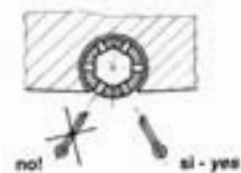

Fig. 4
- H)** Per sicurezza contro l'allentamento, inserire nella testa di ogni vite [12] (nella posizione indicata in Fig. 4) una coppiglia [13] di materiale molto resistente alla corrosione marina. Dei colpi leggeri sulla testa della coppiglia con un martello faranno divaricare le estremità, se così non fosse usate un cacciavite (Fig. 5).
*To make sure that the screws [12] will not loosen, insert a cotter pin [13], made of highly resistant material against corrosion, in the head of each screw (in the position shown in Fig.4). A light tap with a hammer on the head of the pin will spread the ends open, if not use a screw driver to spread them apart (Fig.5).*